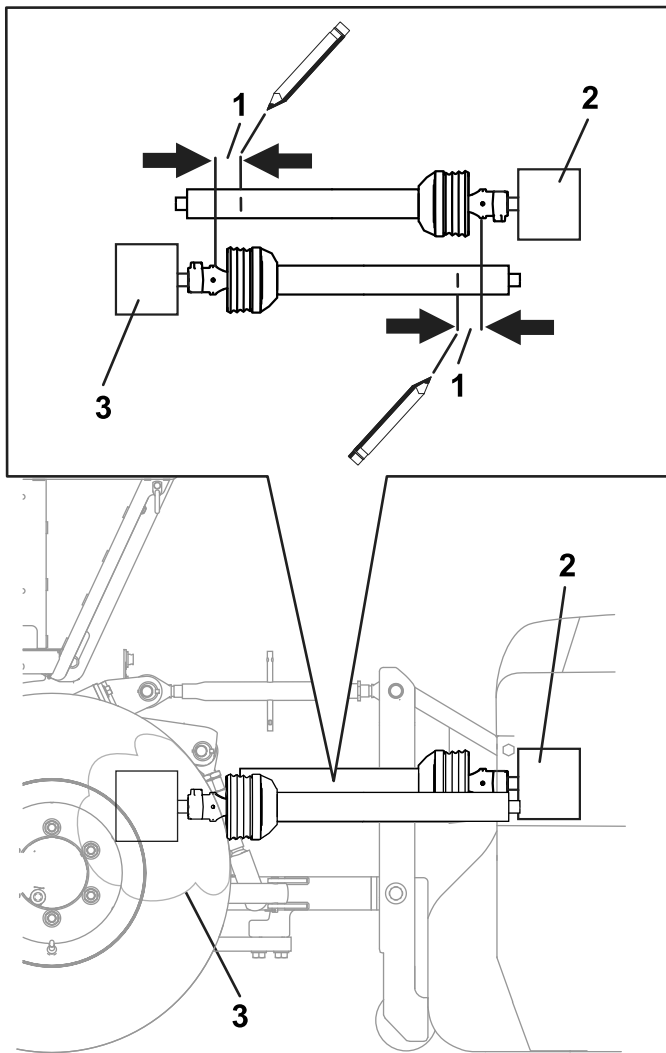

Figure 13
5. Maintenez les sections de l'arbre de transmission parallèles les unes autres pour déterminer si elles sont trop longues (Figure 13).
Remarque: Chaque section de l'arbre de transmission doit se trouver à 76 mm (3 po) du joint de cardan (Figure 13).
6. Si les sections sont trop longues, faites un repère à 76 mm (3 po) derrière le joint de cardan sur chaque section (Figure 13).